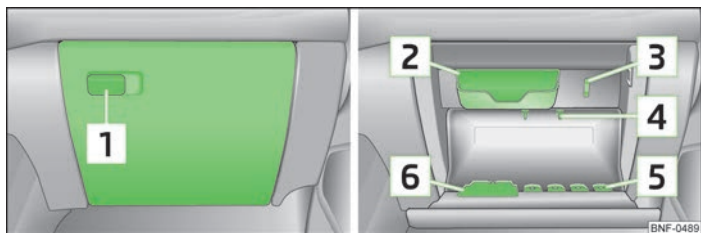

Fig. 51 Tabloul de bord: Torpedoul de pe partea pasagerului față
► Pentru deschidere, trageți de mânerul de deschidere [1] » fig. 51.